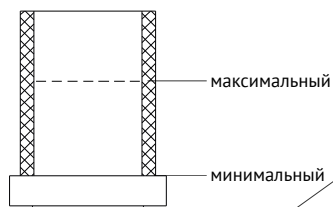

Рис. 7. Уровень масла в стакане
8. Залейте масло в стакан до уровня, не превышающего максимального (рис. 7). Вентиль сброса давления не устанавливайте.